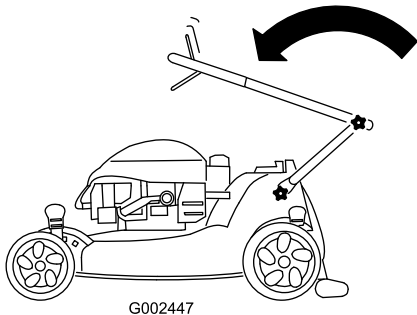

Figura 42
2. Pliegue hacia adelante la sección superior del manillar (ver Figura 42).